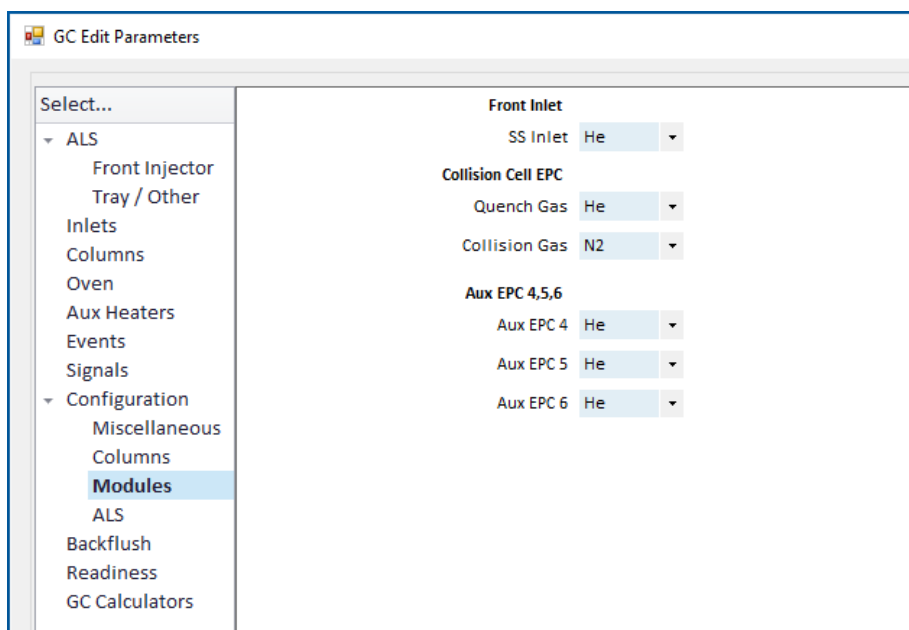

Figure 34. Configuration du gaz de CC
- 3 Cliquer sur l'icône **Configuration**, puis sélectionner l'onglet **Modules** pour afficher l'écran. (Voir **Figure 34.**)